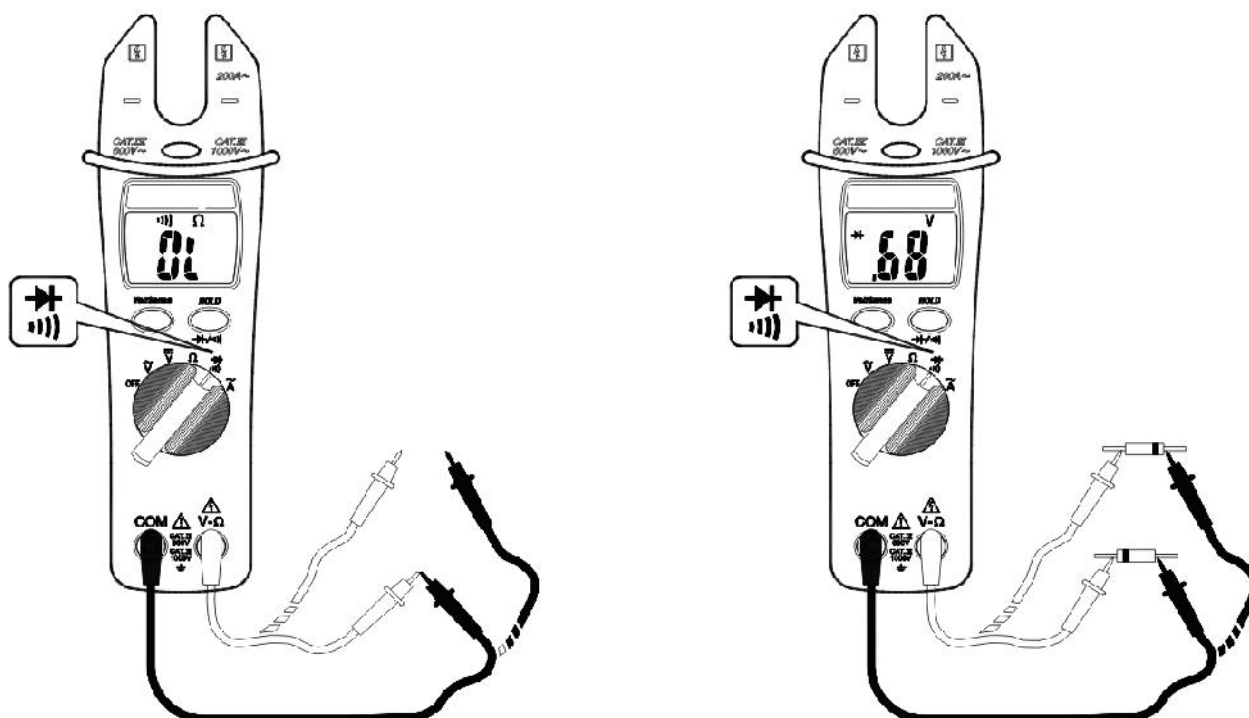

Fig. 7: Forbindelse ved gennemgangstest og diodetest
3. Indsæt den røde testledning i V- Ω bøsningen og den sorte testledning i COM bøsningen og udfør gennemgangstest på det objekt du vil teste (se Fig. 7 – venstre side). Der kommer en Brummer-lyd, hvis den målte modstandsværdi er mindre end ca. 50 Ω .
5. Forbind den røde testledning til den anode der skal testes og den sorte testledning på katoden (se Fig. 7 – højre side). Den korresponderende grænse-spænding for P-N forbindelsen er vist i displayet.